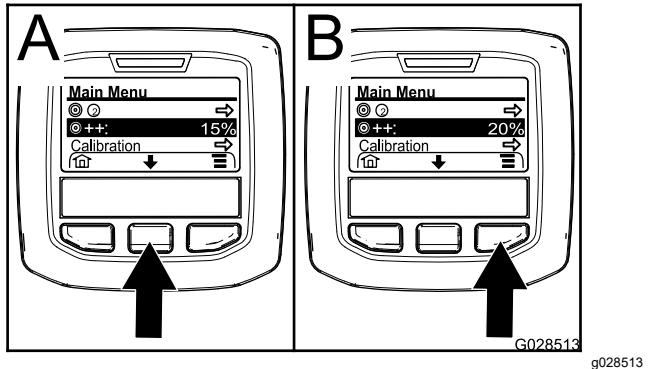

Figura 67
2. Se necessário, carregue no botão de seleção central para realçar o aumento da taxa de aplicação (Figura 67).
Nota: O ícone do aumento da taxa de aplicação parece dois sinais (+) à direita de um alvo (Figura 67).
3. Carregue no botão de seleção direito (Figura 67) para aumentar a percentagem de aumento em incrementos de 5% (máximo 20%).